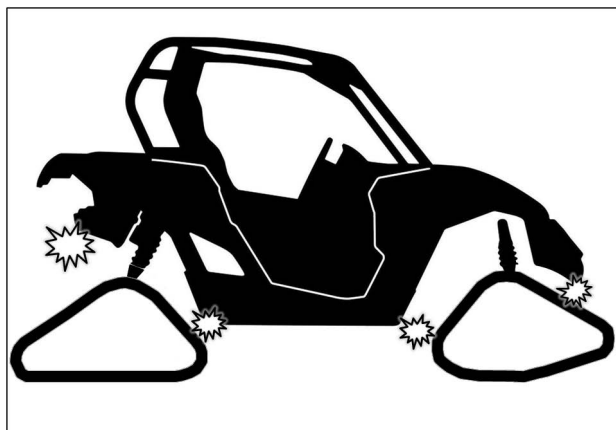

Fig. 34
2. Vérifier s'il y a possibilité de contact entre le système de traction et les coins inférieurs des ailes. Voir la Fig. 34